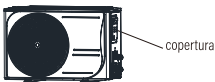

Fig 33
1. Rimuovere il coperchio del quadro elettrico dall'unità esterna come mostrato nella Fig. 33.